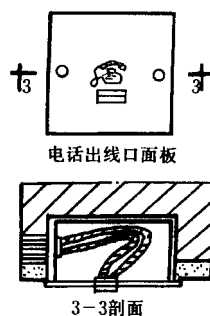

图 3-71 盒内结线示意
3.4 结线：将预留在盒内的电话线留出适当长度，引出面板孔，用配套螺丝固定在面板上，同时找平，标高一致图 3-71 所示。